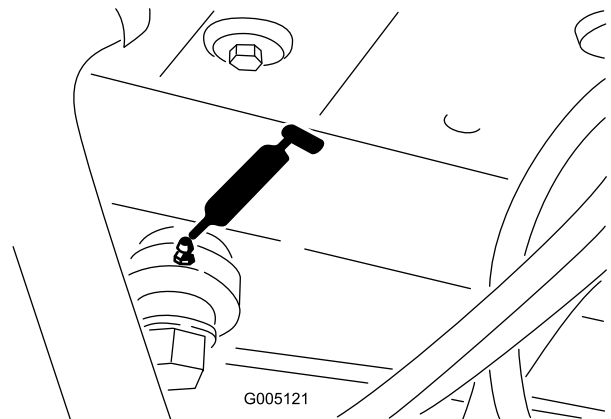

Figura 42
- Cilindro da direcção (Figura 42)